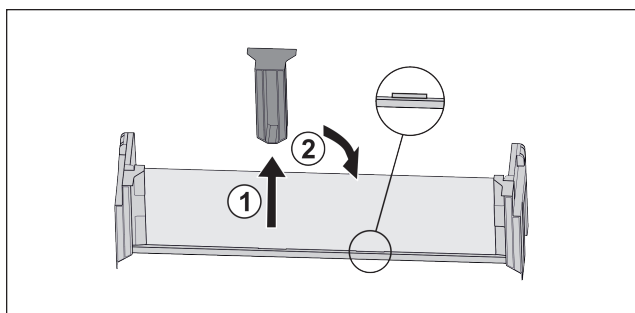

Fig. 90
- Vedä kesimmäinen kiinnitysosa pois Fig. 90 (1).
- Aseta kesimmäinen kiinnitysosa toiseen asentoon Fig. 90 (2).